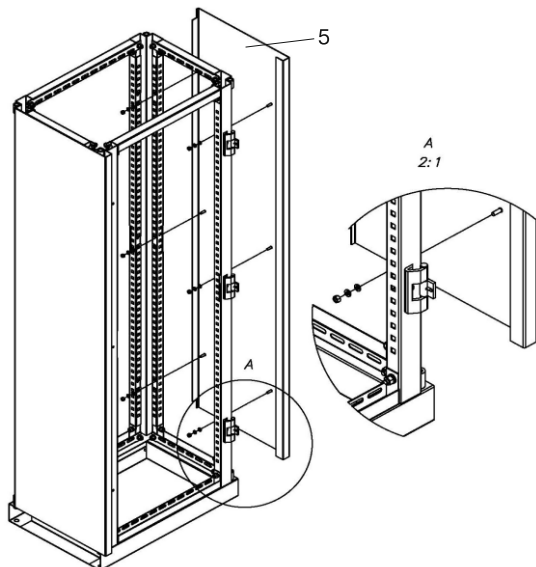

Рисунок 7 – Установка правой боковины
8.1 Установка правой боковины (позиция 5) осуществляется аналогично установке левой боковины (рисунок 7).